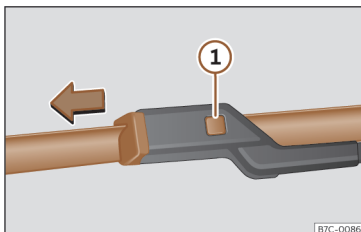

Fig. 41 Substituição das escovas do limpador para-brisas.
- Mantenha pressionado o botão de desbloqueio » » » Fig. 41 ❶ puxando ligeiramente pela escova no sentido da seta.